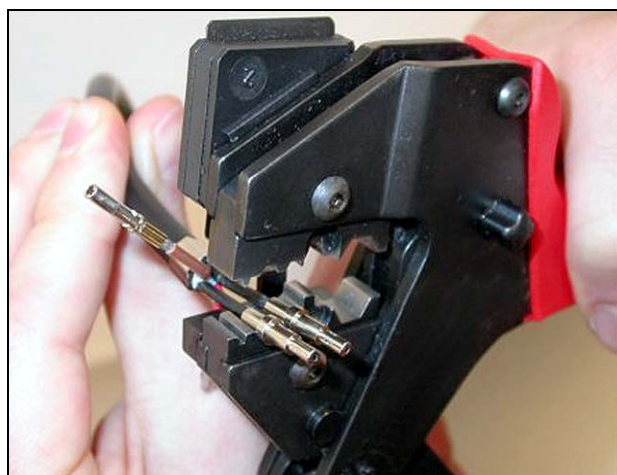

рисунок 30.23: Обжимка металлических наконечников (2)
- 24 Поместите оба металлических наконечника в обжимные клещи (инструмент 3, см. рисунок 30.23).